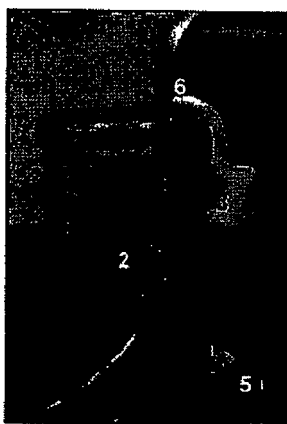

Fig. 4-7: Sistema de aspiración
- ( Conecte las mangueras de vacío con protección de rebose/ filtro de bacterias abajo en las conexiones de aspiración (Fig. 4-7).
**Advertencia** El acoplamiento enchufable (4) de la protección de rebose/ del filtro de bacterias debe estar conectado en la conexión de aspiración del aparato (5), debiendo el codo de vacío (6) estar unido al recipiente de aspiración (Fig. 4-7).